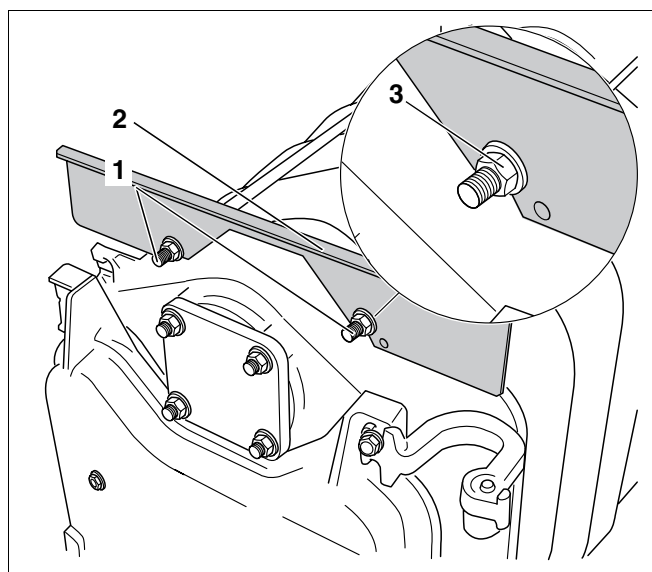

Fig. 41 Montarea traverselor superioare
- Traversele superioare (Fig. 41, **Poz. 2**), cu piulițele aferente (Fig. 41, **Poz. 3**) se înfiletează (Fig. 41, **Poz. 1**) la filetul tiranților.